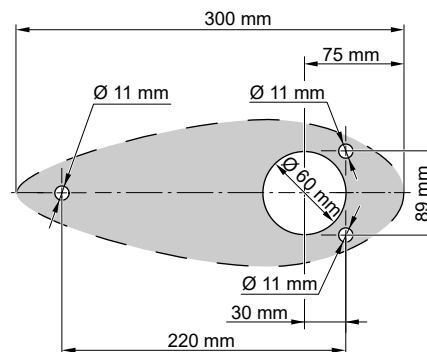

Fig. 8: Dimensioner
1. Bor fire huller til montering af motoren i bådens skrog, **se "Fig. 8: Dimensioner"**. Benyt om nødvendigt den tilpassede udligningsblok som boreskabelon.
2. Sæt udligningsblokken (4) på monteringsflangen (5).